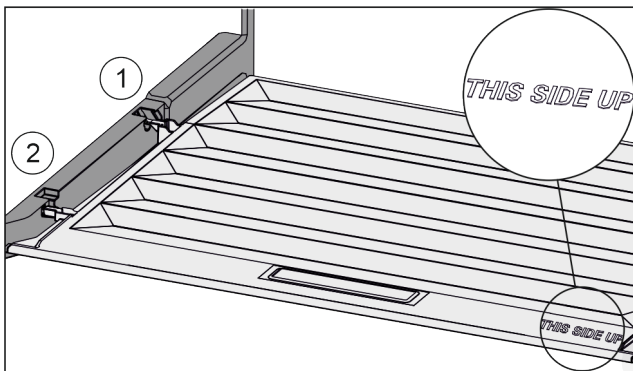

Fig. 90
- ▶ Vezesse be a fedél bordáit a hátsó tartó Fig. 90 (1) nyílása fölé, majd az elöl pedig pattintsa be azokat a tartóba Fig. 90 (2).